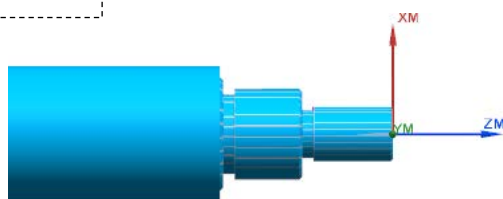

图 9.34 3D 仿真结果
Step3. 在“刀轨可视化”对话框中单击 **3D 动态** 选项卡, 采用系统默认参数设置值, 调整动画速度后单击“播放”按钮 , 即可观察到 3D 动态仿真加工, 加工后结果如图 9.34 所示。